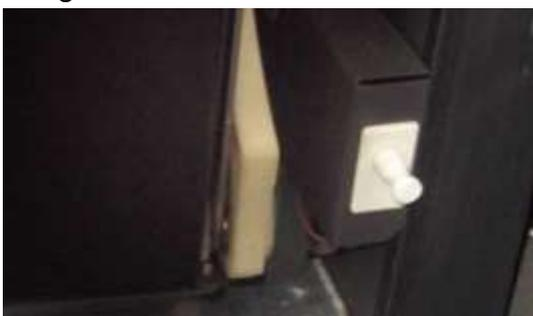

Abb. 5.2 - Schalter
- Um Probleme für den Befüller des Verkaufsautomaten zu vermeiden, dürfen die Schalter, einer befindet sich auf der Transformatorbox und einer auf der rechten Seite des Warenausgabekorbs, nicht aktiviert sein (siehe Abbildung 5.2);